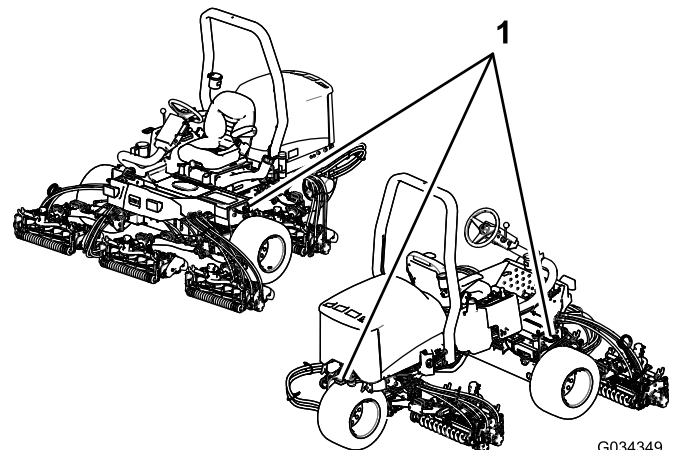

Bild 43
- Vergurten Sie die Maschine sicher mit Riemen, Ketten, Kabeln oder Seilen. Die vorderen und hinteren Gurte sollten nach unten und außerhalb der Maschine verlaufen, siehe Bild 43.